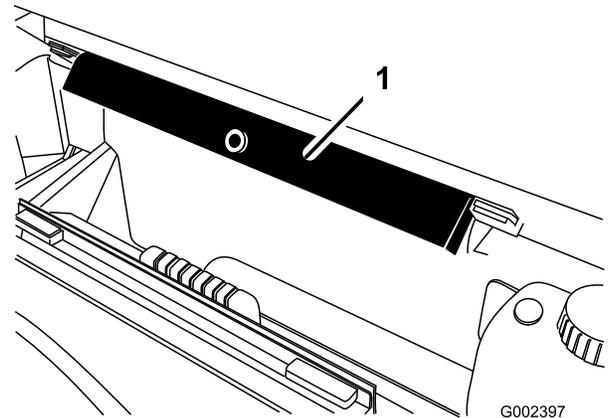

Bild 46
6. Nehmen Sie die Pritschenstütze aus den Einlagerungshalterungen hinten am Überrollschutz (Bild 46).